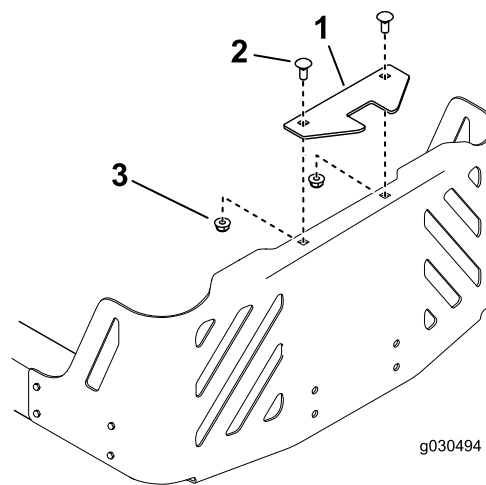

Bild 10
1. Befestigen Sie den Stabilisatorbügel mit zwei Schlossschrauben (5/16" x 3/4") und zwei Sicherungsmuttern (5/16") an der Motorschutzvorrichtung (Bild 10).